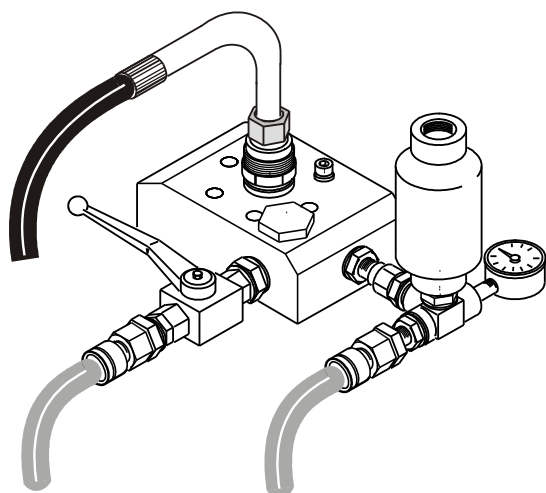

Fig.27
- 4) Non muovere **MAI** le tubazioni che portano il prodotto mentre la macchina è in funzione (fig. 27).